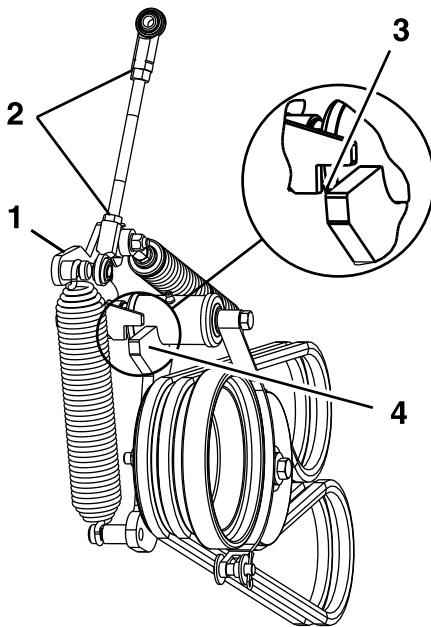

Figura 61
12. Afloje las contratuercas y ajuste el acoplamiento hasta que la parte superior del brazo de la polea tensora esté alineado con la parte inferior de la muesca del brazo de tensión, tal y como se muestra en la Figura 61.